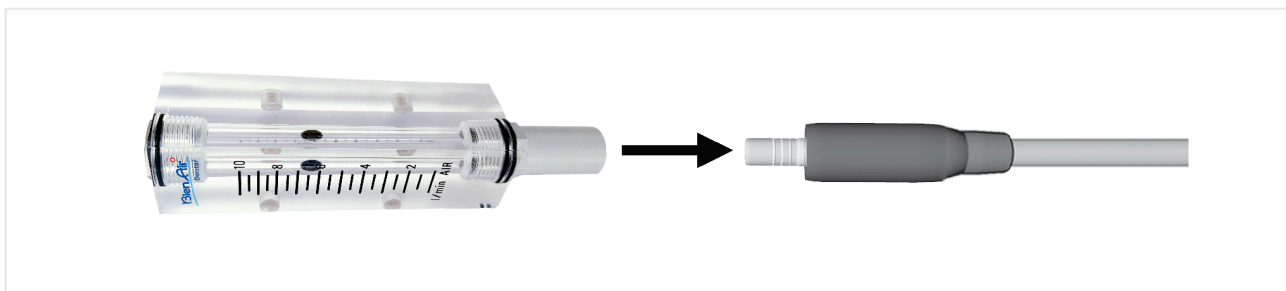

FIG. 5
5. Plasser strømningsmåleren på nesefestet, aktiver deretter kjøleluften og mål luftstrømmen. Verdien måles i midten av strømningsmålerens kule i henhold til standard JIS B7551 (FIG. 5).